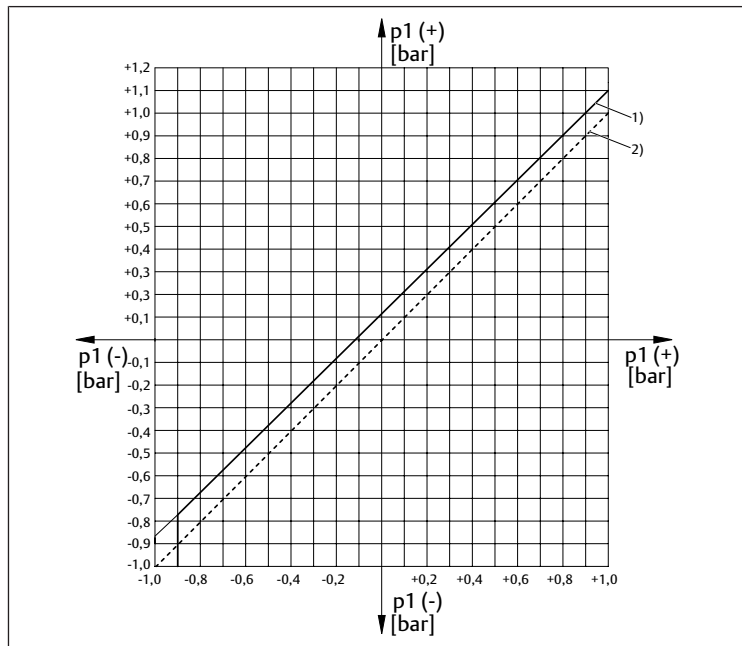

Fig. 8: curva característica de presión diferencial de conexión (-0,9 – 1 bar)
- Entre -0,9 bar y 1 bar (véase → Fig. 8)